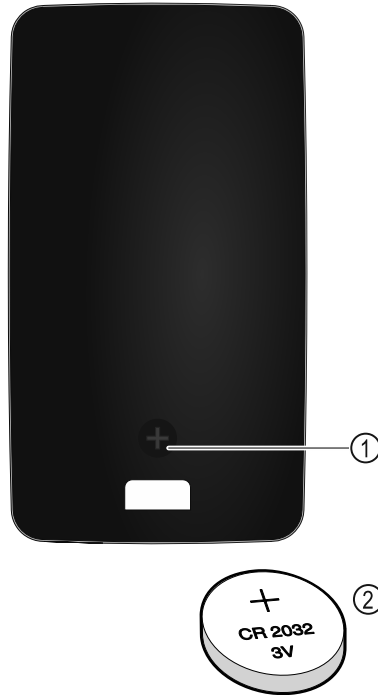

Fig. 151
Η τροφοδοσία ρεύματος του τηλεχειριστηρίου πραγματοποιείται από μια μπαταρία του τύπου CR 2032 με 3V Fig. 151 (2), η οποία είναι διαθέσιμο στο εμπόριο.
- ▶ Ξεβιδώστε τη βίδα Fig. 151 (1) στην πίσω πλευρά του τηλεχειριστηρίου.